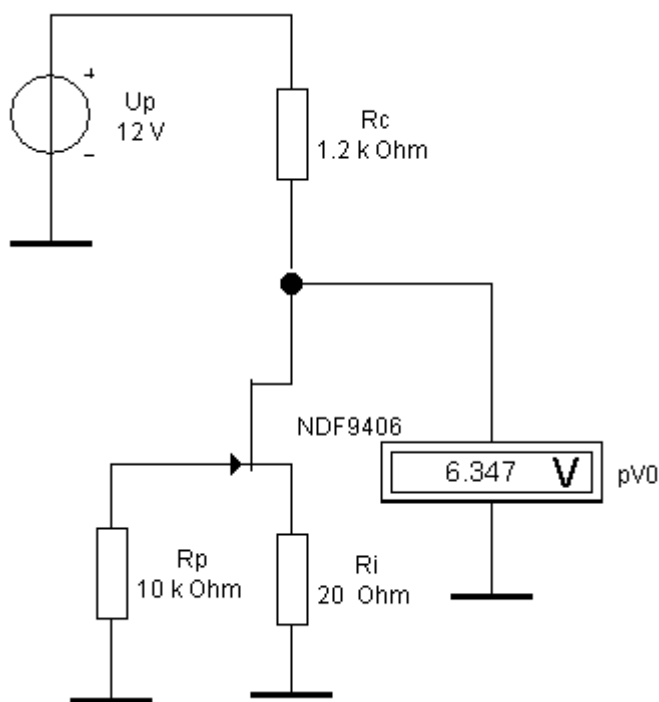

Рис. 3.4 Схема для установления рабочей точки усилителя
1. Для установления положения рабочей точки следует собрать схему, представленную на рис. 3.4. Задав резистор  $R_{с} = 2$  кОм, следует изменять сопротивление  $R_{и}$  наблюдая за показаниями вольтметра  $pV0$ , пока напряжение на нем не достигнет величины 6 В.